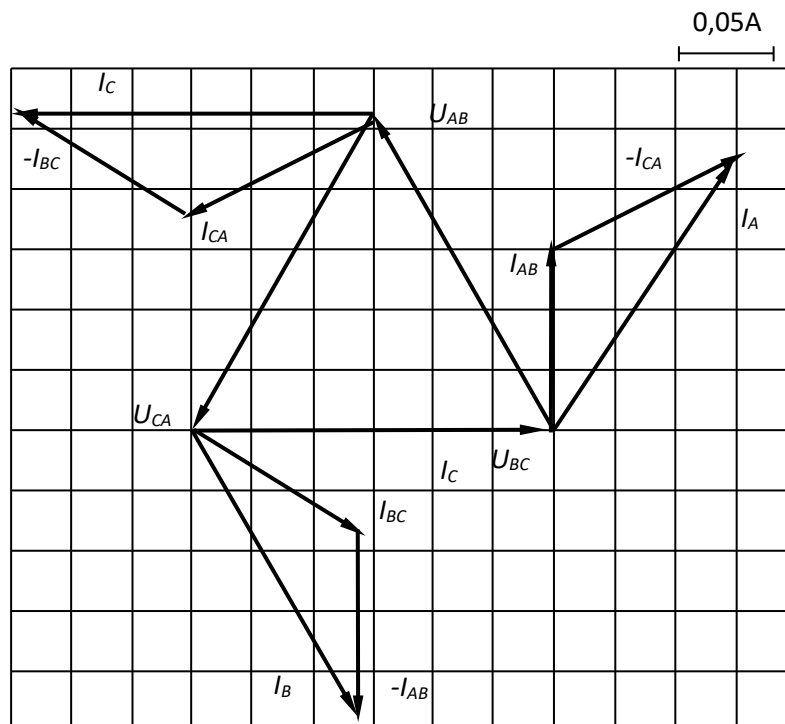

Рис. 1.42
**12.** Из векторной диаграммы (рис. 1.42) видно, что вектора линейных токов равные, т. е.  $\vec{I}_{AB} = \vec{I}_{BC} = \vec{I}_{CA}$ .